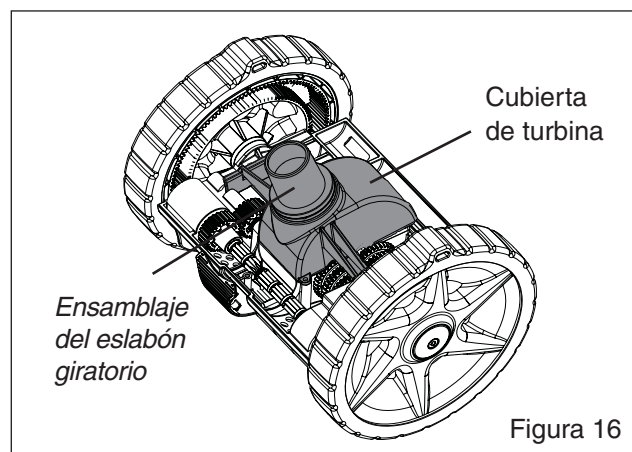

Figura 16
4. Tire de la cubierta de la turbina hacia arriba y hacia afuera del cuerpo del limpiafondos. Ponga la cubierta de la turbina a un lado. Véase la **Figura 16**.
6. Vuelva a colocar la cubierta de la turbina con el ensamblaje del eslabón giratorio hacia la parte delantera del limpiafondos. Véase la **Figura 16**.